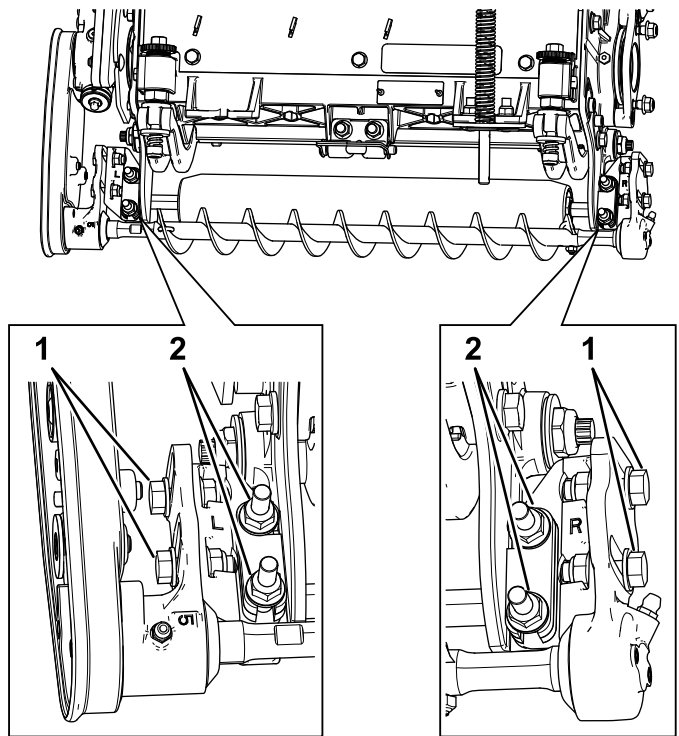

图10
- A. 松开将滚筒刷安装支架固定到滚刀组侧板上的 2 个凸缘锁紧螺母 图10。
- B. 旋转滚筒刷轴承座直到滚筒刷侧板与滚刀组侧板保持平行 图10。
- C. 拧紧将滚筒刷安装支架固定到滚刀组侧板上的 2 个凸缘锁紧螺母 图10。
1. 松开将每个滚筒刷轴承座固定到滚筒刷安装支架上的 2 个螺栓 图10。